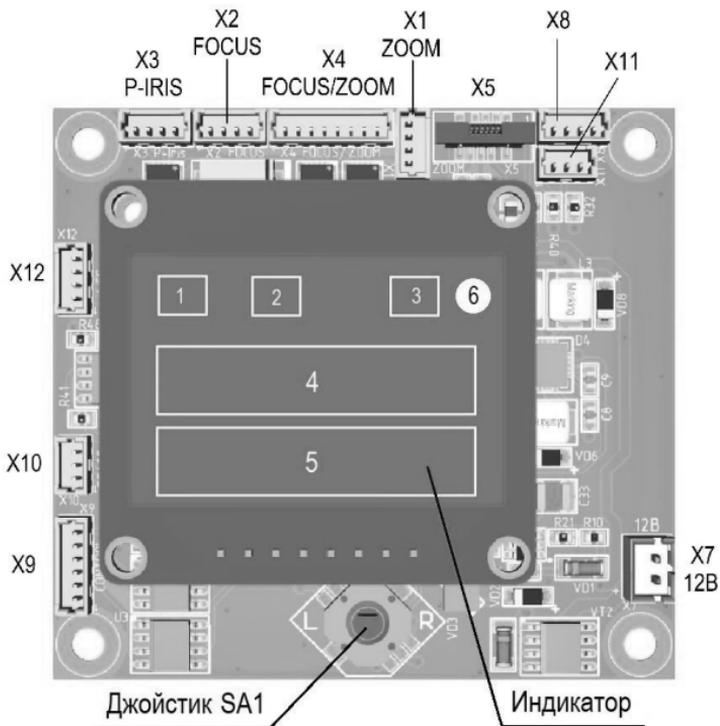

Рис. 4.1.1 Элементы коммутации, управления и индикации контроллера MA-86
4.1 Элементы коммутации, управления и индикации контроллера MA-86 приведены на рис.4.1.1, назначение элементов коммутации и их цепей - в таблицах 4.1.1 – 4.1.9.